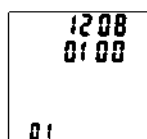

图 2
第 1 屏(图 2)：第一行显示第一路测量的温度是 22 ；第二行显示第二路测量的温度为 22 ；第三行显示第三路测量的温度为 21 ；第四行：01 为 01 屏显示、22 表示当前的环境温度为 22 ；第五行显示当前的时间为 10 点 08 分 18 秒。
6.1.2、功能设置(图2)